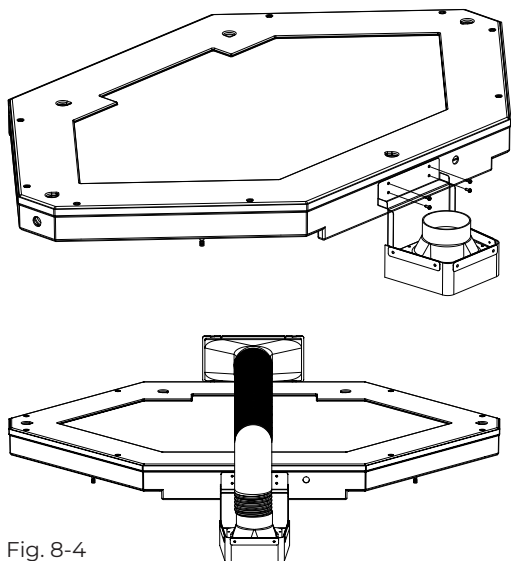

Fig. 8-4
2. Fortsett med å montere luftkanalen på baksiden av takelementet. Skru fast metallbeslaget på baksiden av takelementet med 4 galvaniserte ST4*16-skruer med krysspørhode (6-1), i de fire forhåndsmerkede hullene (fig. 8-4).